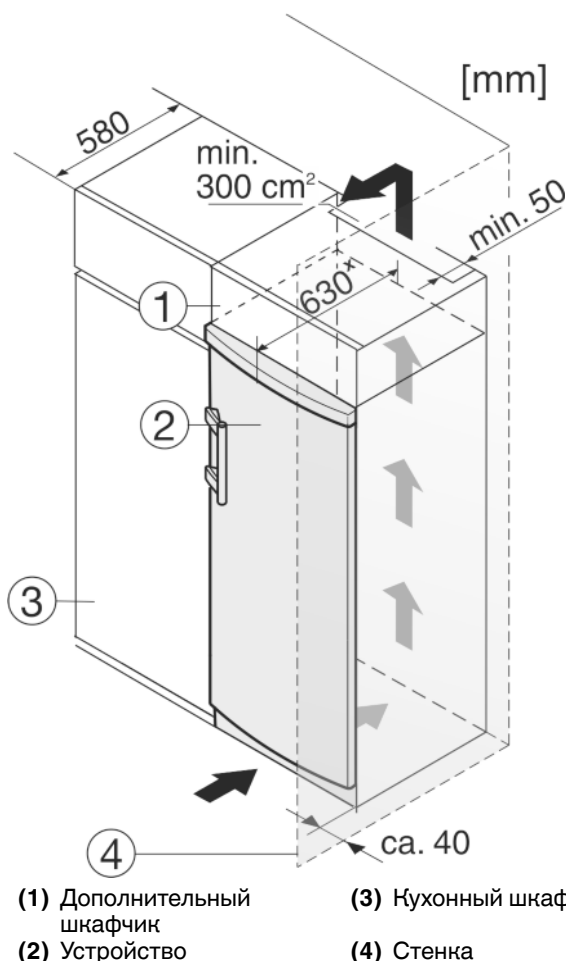

Fig. 9
Устройство может быть окружено кухонными шкафами. Чтобы уравнивать устройство *Fig. 9 (2)* по высоте с кухонной стенкой, можно установить над устройством дополнительный шкафчик *Fig. 9 (1)*.
При комбинировании с кухонными шкафами (глубина макс. 580 мм) устройство можно установить непосредственно рядом с кухонным шкафом *Fig. 9 (3)*. Устройство выступает сбоку на 34 мм * и по центру на 50 мм * относительно передней стенки кухонного шкафа.
Если устройство установлено на шарнирах у стены *Fig. 9 (4)*, то расстояние между устройством и стеной должно быть не менее 40 мм. Настолько выступает ручка при открытой дверце.